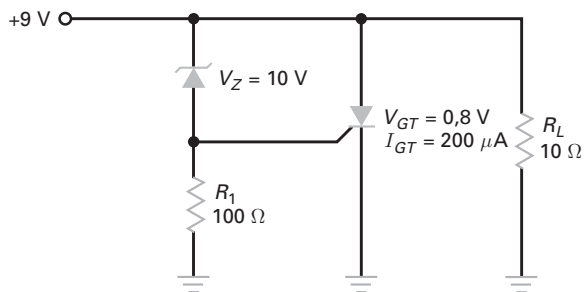

Figura 13-44
- 13-15** Calcule a tensão de alimentação que dispara o SCR da barra de proteção na Figura 13-44.
- 13-16** Se o diodo Zener na Figura 13-44 tiver uma tolerância de $\pm 10\%$ e se a tensão de disparo puder ser de até 1,5, qual é a tensão de alimentação máxima em que a ação da barra de proteção ocorre?
- 13-17** Se a tensão Zener na Figura 13-44 mudar de 10 V para 12 V, qual é a tensão que dispara o SCR?
- 13-18** O diodo Zener na Figura 13-44 foi substituído por um 1N4741A. Qual é a tensão de alimentação que dispara o SCR na barra de proteção?